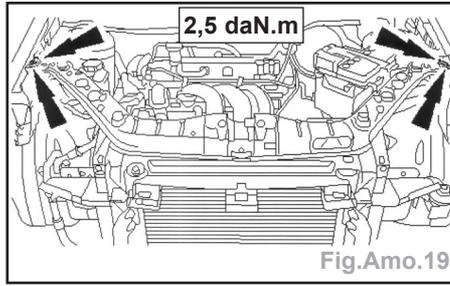

Fig.Amo.19
- Déposer les vis (flèches) et le panneau (Fig.Amo.19).